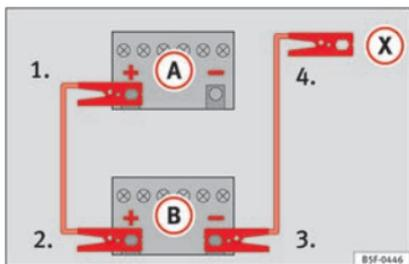

Fig. 59 Esquema de ligação para veículos sem sistema Start/Stop.
2. Ligue uma extremidade do cabo auxiliar de arranque *vermelho* ao polo positivo (+) do veículo com a bateria descarregada (A) » » Fig. 59.
3. Ligue a outra extremidade do cabo *vermelho* de emergência ao polo positivo (+) do veículo que fornece a corrente (B).
- 4a. *Em veículos sem sistema Start-Stop:* ligar uma extremidade do cabo *preto* de emergência ao polo negativo (-) do veículo que fornece a corrente (B) » » Fig. 59.
- 4b. *Em veículos com sistema Start-Stop:* ligar uma extremidade do cabo *preto* de emergência (X) a um terminal de massa adequado, a uma peça de metal maciça